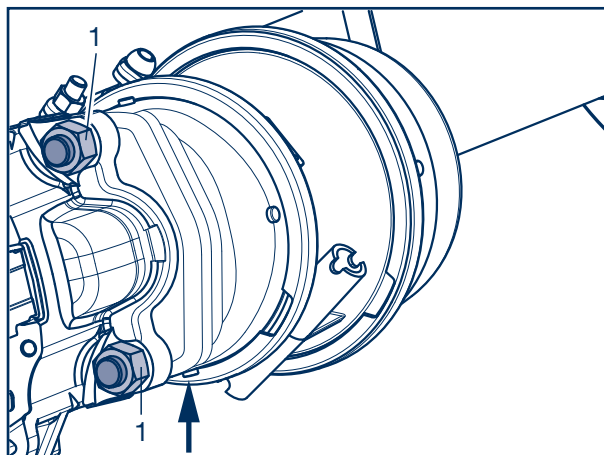

Fig. 7
- [15] Loosen both attachment nuts (Fig. 7/1) M 16 x 1.5 - spanner size 24 - on the housing of the brake.
- [15] Dévisser les deux écrous (Fig. 7/1) de fixation M 16 x 1,5 - SW 24 du carter de frein.
[18] Bremszylinder ansetzen und mit neuen Befestigungsmuttern (Fig. 7/1) montieren.
- [18] Position the brake cylinder and install it using new mounting nuts (Fig. 7/1).
- [18] Accoster le cylindre de frein et le fixer avec des écrous de fixation neufs (Fig. 7/1).